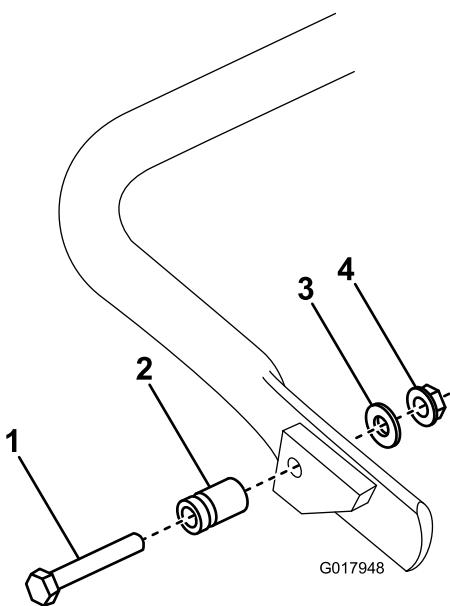

Figura 5
1. Solo su **GR1600**, collegate il prigioniero a molla al lato destro del cavalletto (Figura 5) utilizzando bullone, rondella, dado a testa flangiata in dotazione.